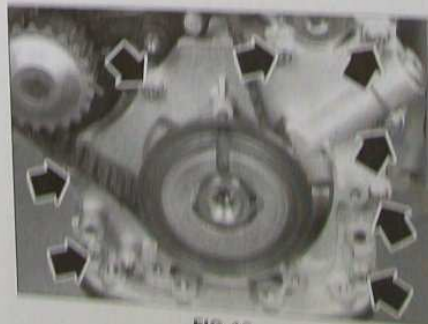

FIG. 19
- les huit vis de la pompe à huile en bout de vilebrequin (Fig. 19).